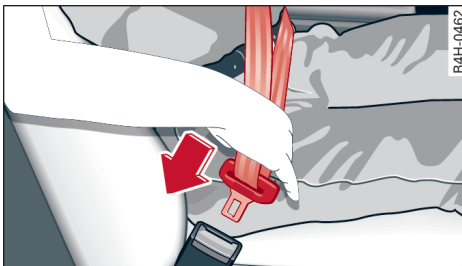

Fig. 55 Lengüeta de cierre y cierre del cinturón
- Introduzca la lengüeta en el cierre correspondiente al asiento hasta que encastre de un modo audible ⇒ fig. 55.